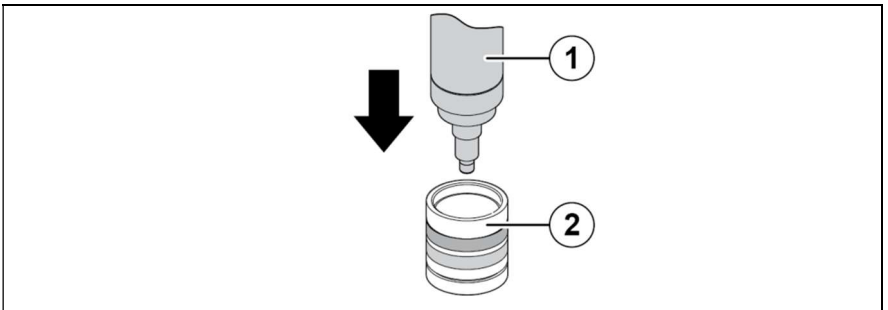

Abb. 5: Sensorkörper aufsetzen
- ▶ Beim Aufschrauben der Membrankappe sicherstellen, dass das Ventil nicht zgedrückt wird (siehe Abb. 5, S. 16).